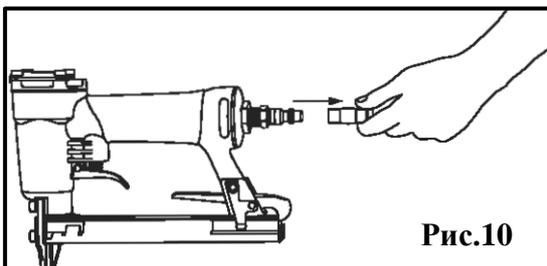

Рис.10
Рис.10а
- Отсоедините инструмент от воздушного шланга Рис.10, полностью освободите магазин спустите воздушное давление и оставьте магазин открытым, как описано выше.
- Удалите застрявшие скобы или гвозди снизу, используя пассатижи, если необходимо Рис.10а.